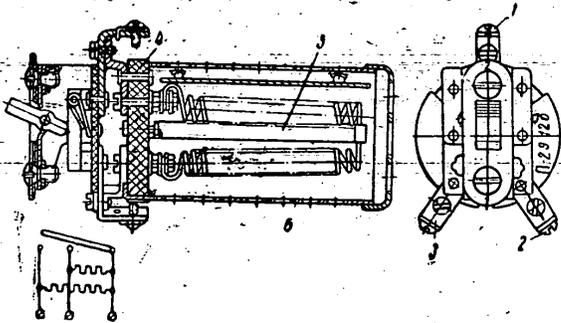

Рис. 4. Переключатель П-29:
4. Переключатель режимов светомаскировки собран на изготовленном из пластмассы основании 4 (рис. 4), на котором установлены две металлические стойки 5, служащие для крепления спирали. Своей средней спиралью присоединена к зажиму 1, а концы спирали присоединены к зажимам 2 и 3. Спираль защищена металлическим кожухом 6.
имеет сопротивление 5,0 ом. Переключатель типа П 29-Б применяется на автомобилях с 6-вольтовой системой электрооборудования; спираль имеет сопротивление 1,0 ом. Маркировка переключателей выполнена на верхней стороне основания 4 (см. рис. 4).